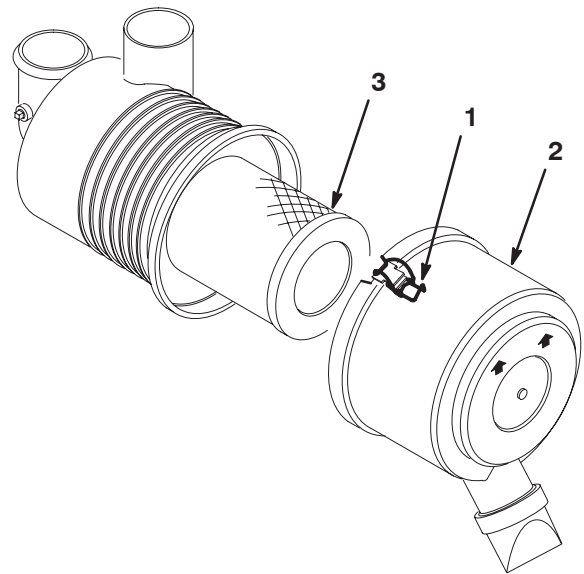

Bild 46
1. Lösen Sie die Laschen, mit denen die Abdeckung am Luftfilterkörper befestigt ist (Bild 46). Trennen Sie die Abdeckung vom Körper ab. Reinigen Sie die Innenseite der Luftfilterabdeckung.
2. Schieben Sie den Filter vorsichtig aus dem Körper (Bild 46) heraus, um das Losrütteln von Staub zu minimieren. Vermeiden Sie ein Anstoßen des Filters am Filterkörper.